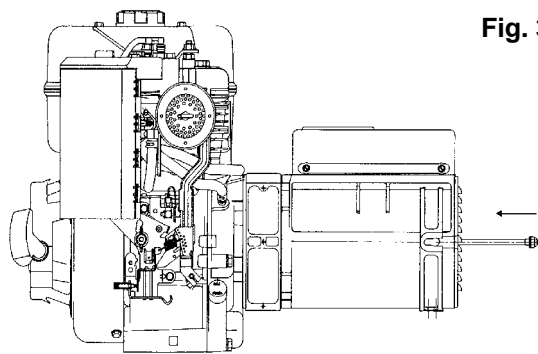

Fig. 3
-) inserire il tirante centrale nella sua sede (fig. 3).
-) Insert the central bolt into its housing (fig. 3).
-) Enfiler le tirant central dans son logement (fig. 3).
-) Die mittlere Zugstange in ihrem Sitz einstecken (Abb. 3).
-) Introducir el tirante central en su lugar (fig. 3).